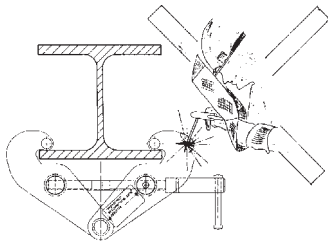

Fig. 1
- Schweißarbeiten an dem Lastaufnahmemittel sind verboten (Fig. 1).
- Welding on the clamp is strictly forbidden (Fig. 1).